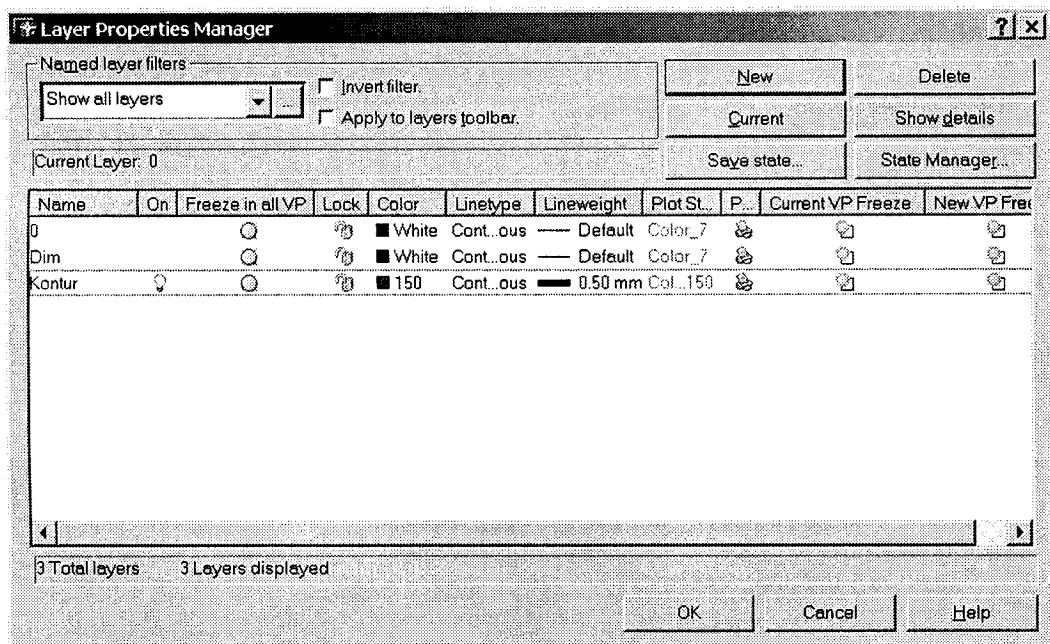

Рис. 17.7
Дії, що здійснюються в активному екрані, здійснюються у просторі моделі, а отже відображаються в усіх екранах простору аркуша. Уникнути цього дозволяє наявна в просторі аркуша можливість заморожування і розморожування окремих шарів індивідуально в кожному плаваючому екрані. Це означає, що будь-який об'єкт простору моделі можна зробити невидимим в одному екрані, заморозивши його шар, і видимим в іншому. Таким чином в кожному з екранів можна отримати різну геометрію. Заморожування та розморожування шарів в окремих екранах можна здійснити через діалогове вікно **Layer Properties Manager** (рис. 17.7) або за допомогою команди VPLAYER.
**Current VP Freeze** (заморозити у поточному екрані вигляду) та **New VP Freeze** (заморозити у новому екрані вигляду) (див. рис. 17.7). За допомогою піктограм першої колонки можна заморозити (розморозити) певний шар у поточному на даний момент екрані. Піктограми другої колонки дозволяють заморозити (розморозити) той чи інший шар в екрані, що буде після цього створено. Призначаючи видимість шарам в окремих екранах виглядів, слід пам'ятати, що глобальне заморожування шару, яке здійснюється піктограмами колонки **Freeze in all VP** (заморозити в усіх екранах виглядів), не може бути відмінено розморозуванням його в окремому екрані.